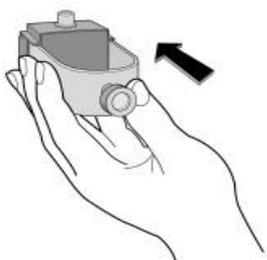
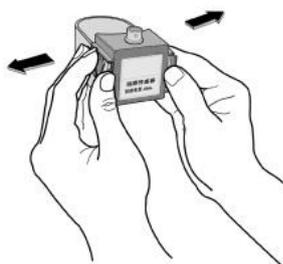

图1
图2
2、短路传感器的安装; 短路传感器必须安装在电缆的单相分支上, 安装时可直接安装在被测电缆上, 并进行紧固, 防止滑动而造成脱落。安装(参见图 1), 拆卸(参见图 2)。